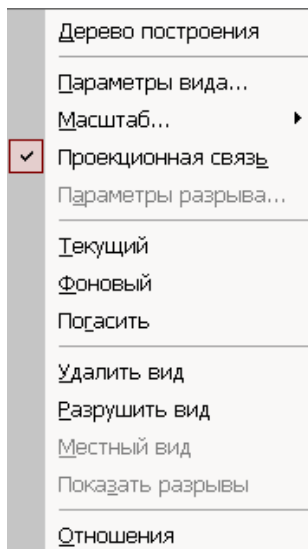
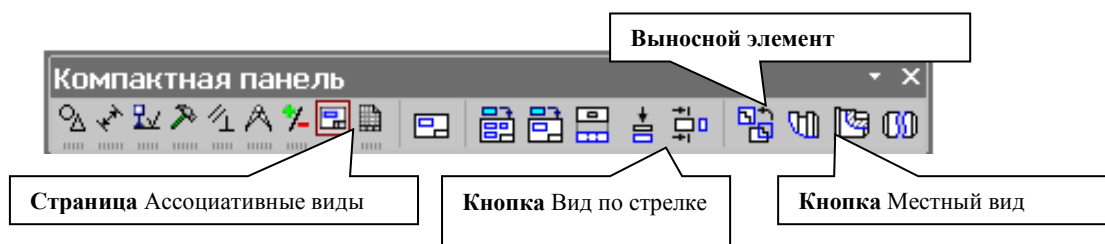

Рис. 97 Контекстное меню редактирования вида
Рис.99 Кнопки панели Ассоциативные виды
2. Щелкнуть правой клавишей мыши внутри габаритной рамки для вызова контекстного меню (рис.97).
3. Построим ассоциативный вид по стрелке с помощью кнопки Вид по стрелке, расположенной на странице Ассоциативные виды (рис.99).
3. С помощью кнопки  Местный вид на странице Ассоциативные виды (рис.99) строим местный вид, для которого можно выбрать свой масштаб, например, 2:1 с помощью контекстного меню редактирования вида (рис.97), которое вызывается щелчком правой кнопкой мыши на выделенном виде. При изменении масштаба следует изменить обозначение местного вида: А (2:1).
2. С помощью кнопки  Выносной элемент на панели Ассоциативные виды (рис.99) строим выносной элемент. Масштаб увеличения выбирается из одноименного окна на панели Параметры (рис.105).